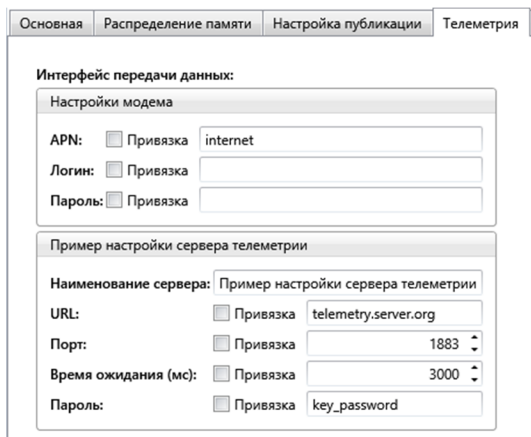

Рисунок 11. Простая настройка телеметрии
Шаг 1. Установите (Рис. 11) параметры мобильной сети и настройки соединения с сервером телеметрии.
- ✓ Режим телеметрии настроен (Рис. 11)